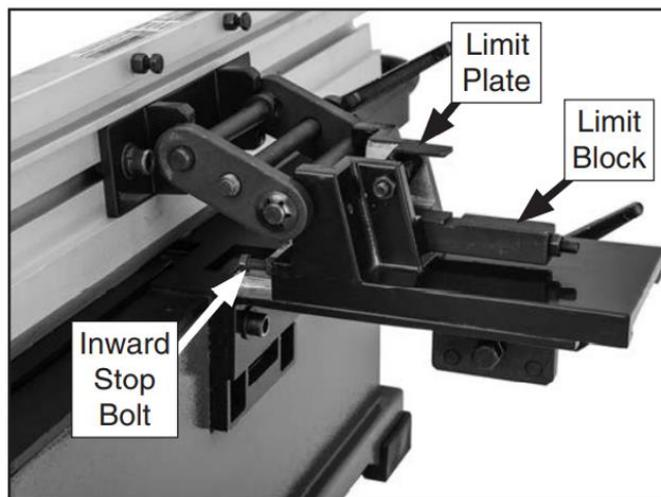

Рис. 29. Регулировка внутреннего упора.
5. Снимите ограничительный блок с кронштейна параллельного упора и отложите его в сторону (см. рис. 29).
6. Отрегулируйте внутренний стопорный болт (см. рис. 29) до тех пор, пока он не коснется лицевой стороны точно под углом 45° внутрь, затем затяните контргайку (колесный болт соприкасается с кронштейном в сборе), удерживая стопорный болт на месте. Замените ограничительный блок и установите ограничительную пластину.